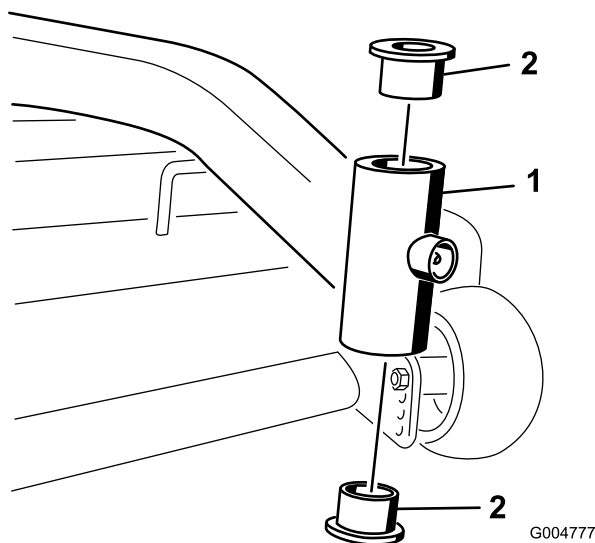

Figura 58
4. Introduzca un punzón botador en el tubo de montaje y con sumo cuidado retire los casquillos (Figura 58). Limpie el interior del tubo de montaje.